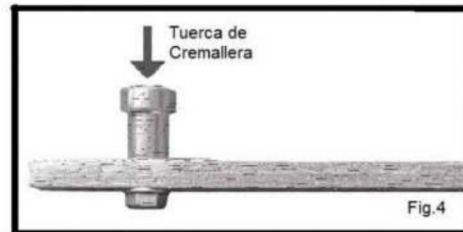

Fig.4
- Cada Tramo de Cremallera tiene Tres Agujeros. Y una Tuerca por cada Agujero (Fig.4).